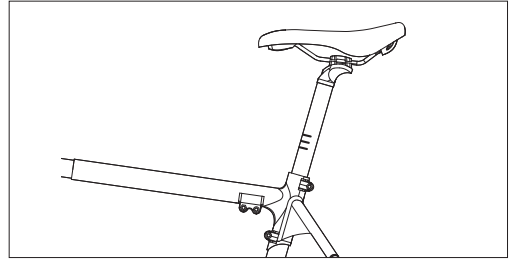

Figure 3-2
- Ajustez la hauteur de la selle à votre taille appropriée. Ne dépassez pas la limite de hauteur maximale de la selle, comme indiqué dans [Figure 3-2]. Ensuite, serrez les boulons [F] et [J].